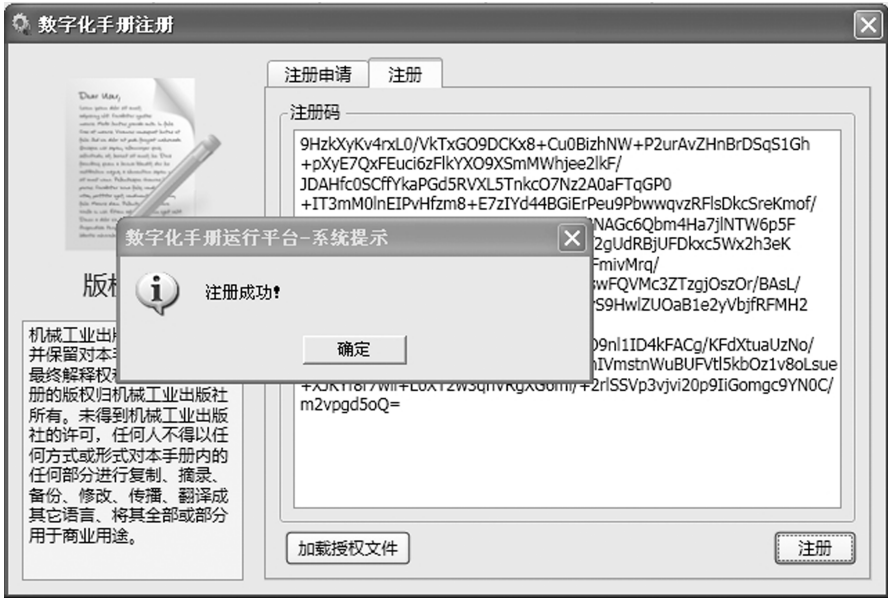

图 1-12 “注册成功”消息提示框
2) 注册通过后，数字化手册浏览器将显示“注册成功”的消息提示框（如图 1-12 所示），表示用户已取得授权，可正常使用数字化手册。